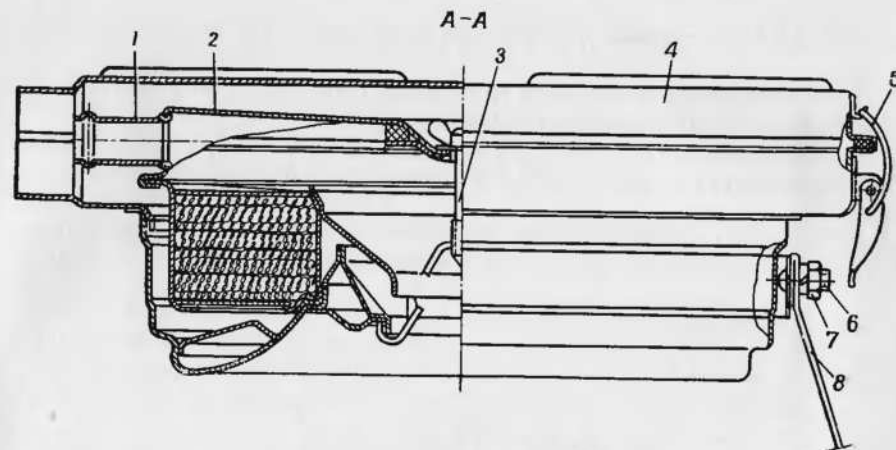

Рис. 45. Установка воздушного фильтра:
2. Открыть защелки 5 (рис. 45) и снять верхнюю часть корпуса воздушного фильтра.